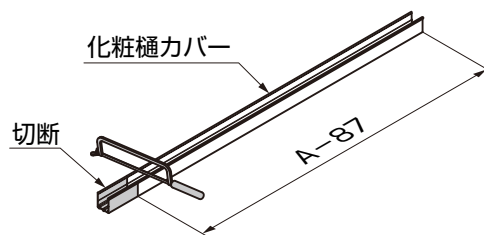
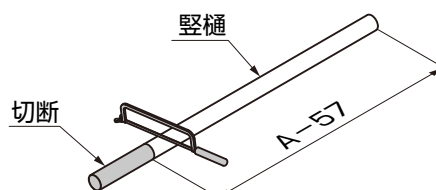

図15-5
図15-6
- ② 実測値を基に化粧樋カバー、豎樋を加工してください。(図15-5、図15-6参照)
(3) 化粧樋カバー、豎樋の取付け